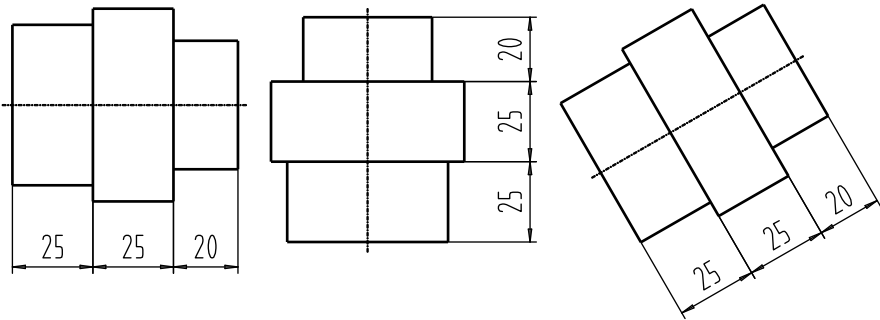

图 3-23 连续标注图例
- 此时，用户通过反复拾取适当的【第二引出点】，即可标注出一组【连续尺寸】。图 3-23 为连续标注的图例。